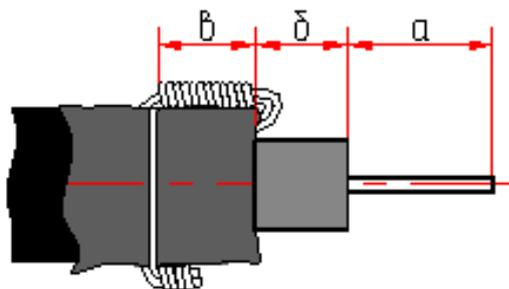

Рисунок 10 - Усадка термоусадочной трубки
3.3 Скрутить вместе дренажные проводники внутреннего экрана на длину  $b = 5 - 7$  мм (см. рисунок 10).
3.4 Расправить и уложить фольгу внутреннего экранного слоя на поверхности второго слоя изоляции кабеля. Уложить на неё скрученные дренажные проводники и забандажировать. (см. рисунок 10).